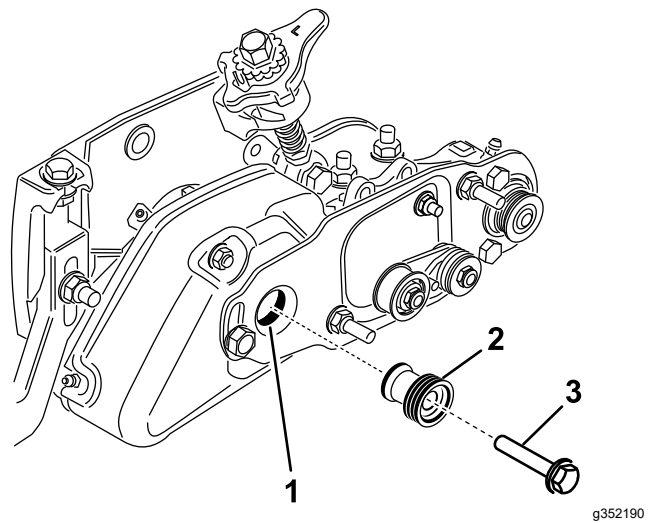

Bild 31
20. Entfernen Sie die Schraube, mit der die Groomerspannscheibe an der Antriebswelle befestigt ist (Bild 31).
21. Setzen Sie die Bürstenantriebsscheibe in die Groomerantriebsscheibe und auf die Antriebswelle (Bild 31). Stellen Sie sicher, dass die Riemenscheibennasen im Schlitz in der Antriebswelle sitzen.
22. Befestigen Sie die Antriebsscheibe mit einer Bundkopfschraube (3/8 x 2") an der Welle (Bild 31). **Ziehen Sie die Schraube mit 47-54 N·m an.**